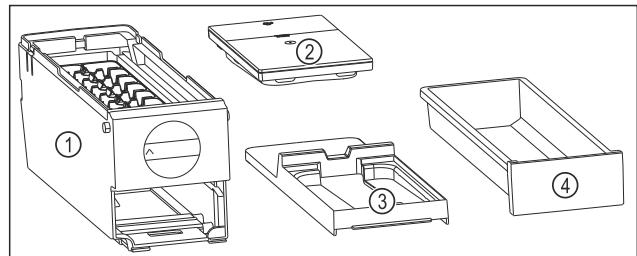

Fig. 126 Bestandteile des EasyTwist-Ice
- EasyTwist-Ice nur in abgebildete Bestandteile zerlegen. (siehe Fig. 126)
- EasyTwist-Ice-Körper Fig. 126 (1) als Ganzes reinigen.
- EasyTwist-Ice ist in vier Teile zerlegt. (siehe Fig. 126)